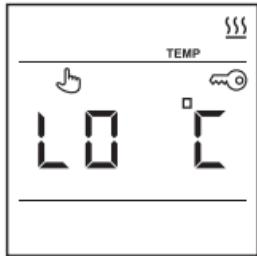

Рис. 8
- невозможности системы разогреть поверхность пола выше +5 °C На дисплее появиться соответствующая информация (рис. 8) и терморегулятор будет работать еще 4 часа, после чего выключит обогрев.